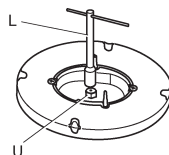

Fig.8
- Com uma chave recta L desapertar o injector U (ver fig.8) e substituí-lo pelo correspondente.